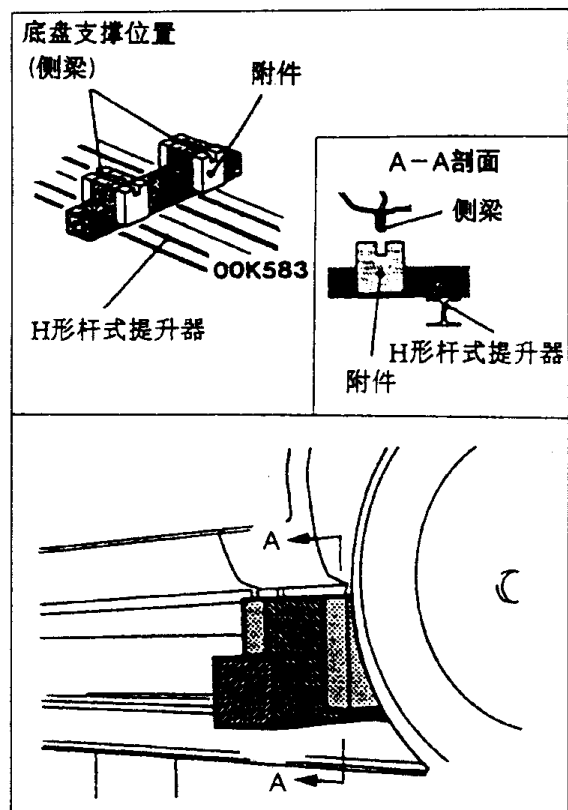

图 1-1-11
- (1) 把汽车放在 H 形杆式提升器上(相同方向)。
- (2) 把 H 形提升器上的支撑附件放在规定的底盘支撑位置，如图 1-1-11 所示。